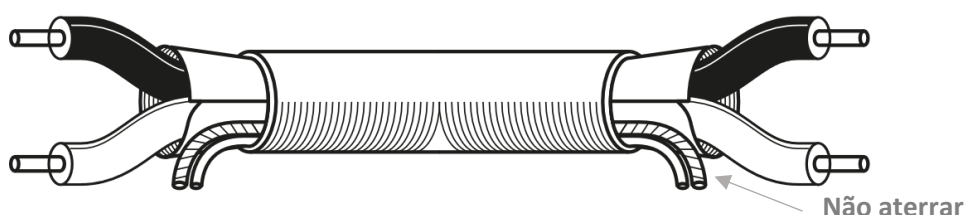

Figura 3.3.1 – Instrução sobre o isolamento da malha
- Para a fiação, recomenda-se a utilização de cabo blindado com seção entre 0,75 mm² e 1,5 mm² com malha de cobre onde deve-se aterrar somente uma das pontas da blindagem. A Figura 3.3.1 apresenta instruções sobre o isolamento da malha.